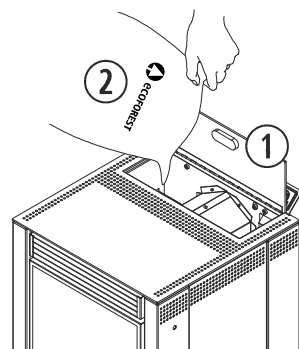
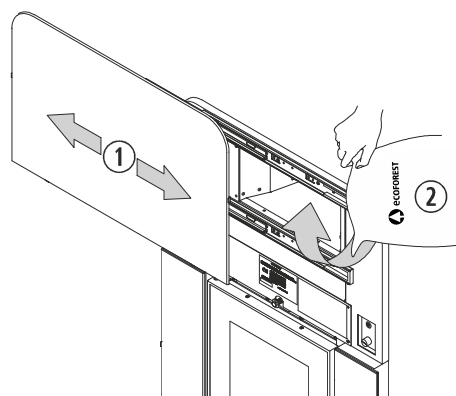

Figura 1
Figura 2
- 2.12. Para realizar la carga de combustible en la estufa, debemos abrir la tapa de la tolva y vaciar el saco de combustible con cuidado para evitar que rebose el combustible, ver *figura 1 (Dubai)*. En el modelo *Kiev insert (figura 2)* desplazar hacia la izquierda la puerta que da acceso a la tolva, para poder realizar la carga. Se